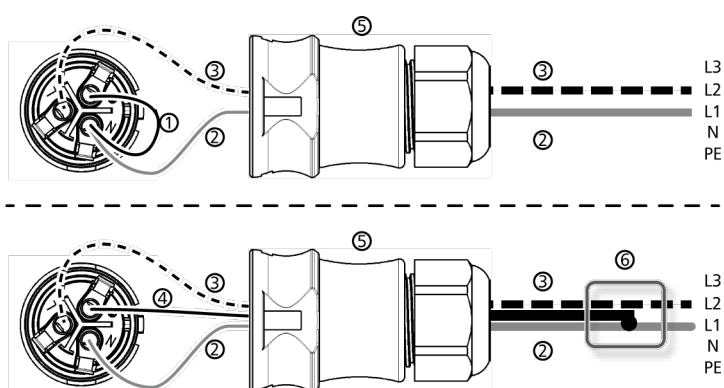

Fig. 8: Ligação de N e TF no conector AC (em cima) ou no distribuidor inferior (em baixo)
- N e L são conectados do lado do inversor, entre os condutores externos L1 – L2. Ver ② e ③ na Fig. 8.
Fig. 8 ilustra, a título exemplificativo, a ligação do lado do inversor do L1 e TF:
2. Ligar, do lado do inversor, uma das duas fases conectadas com TF. Estabelecer a ligação no conector AC ou num distribuidor inferior externo, conforme a Fig. 8.